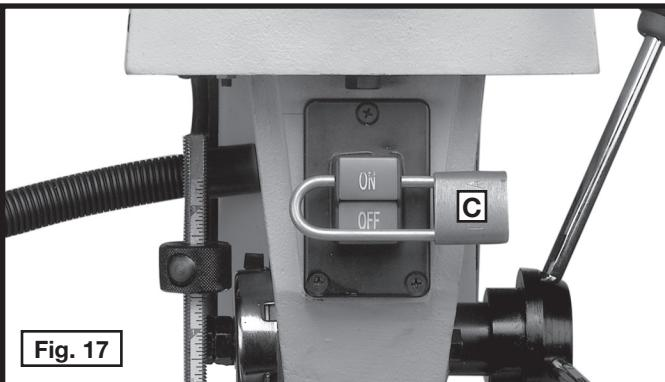

Fig. 17
IMPORTANTE: Cuando la maquina no se esté utilizando, el interruptor debe bloquearse en la posición de apagado utilizando un candado (C), Fig. 17, con una barra de 3/16" de diámetro para impedir el uso no autorizado de la sierra.